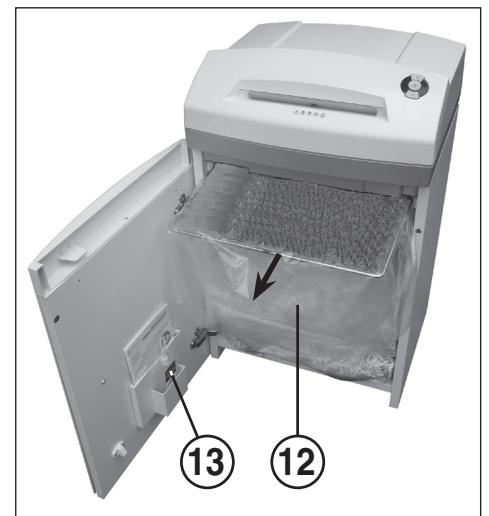

Fig. 4
- 12 = Saco recolector para papel (Fig. 4)
- 13 = Botellita de aceite (Fig. 4)
CÓMO VACIAR EL SACO RECOLECTOR PARA PAPEL (Fig. 4):
Abra la puerta. El indicador de control (8) se enciende y el indicador piloto ⬆ del pulsador de retroceso (4) así como el indicador de control ⚡ (7) **parpadean**. Tome la botellita de aceite (13) (Fig. 4) situada en el soporte de la puerta y vuelva a cerrar la puerta.